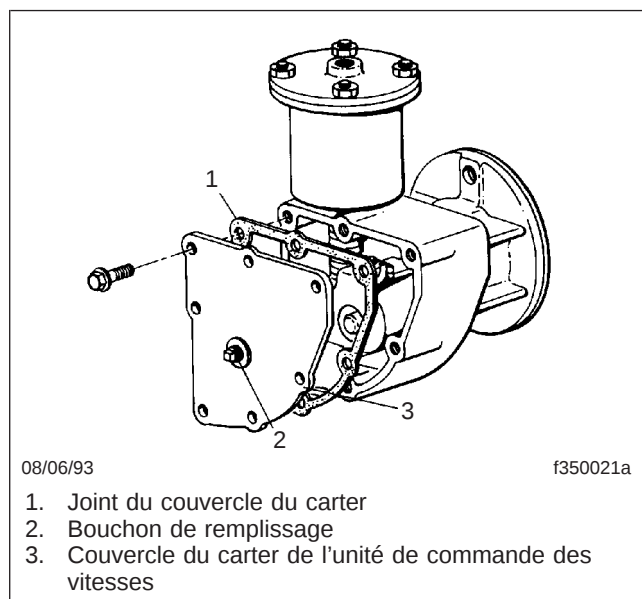

Fig. 6, Unité de commande des vitesses du pont à deux vitesses
1. Retirez le couvercle du carter de l'unité de commande des vitesses; voir la **figure 6**. Videz et jetez le lubrifiant usé. Jetez le joint du couvercle du carter.